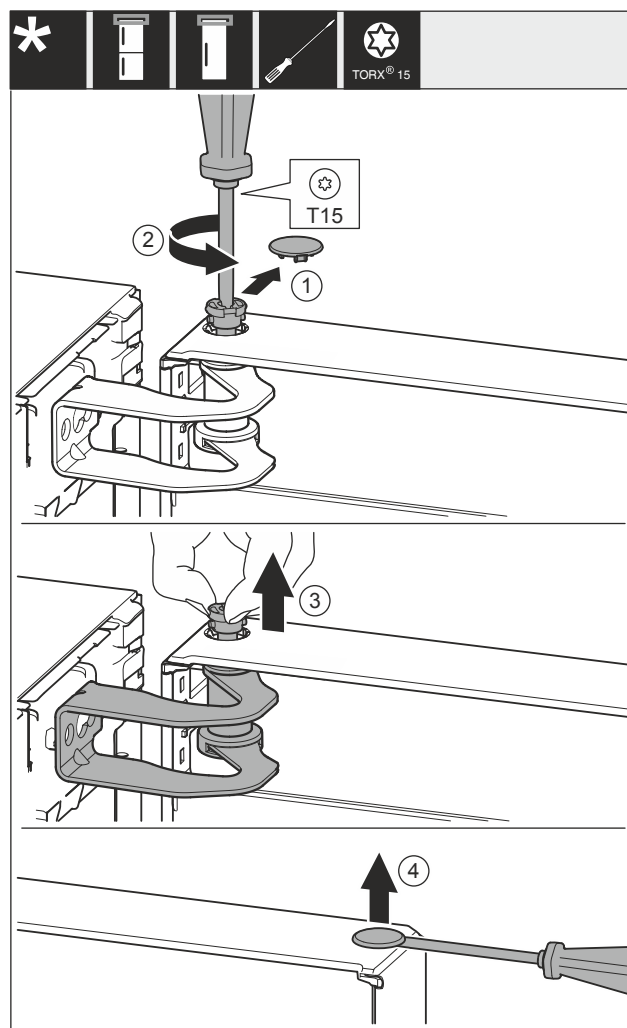

Fig. 9
- Pokrov Fig. 9 (1) previdno odstranite.
- Sornik Fig. 9 (2) nekoliko odvijte z izvijačem.
- Izvlecite sornike Fig. 9 (3) s prsti.
- Pokrov Fig. 9 (4) previdno dvignite z izvijačem in jih odstranite.